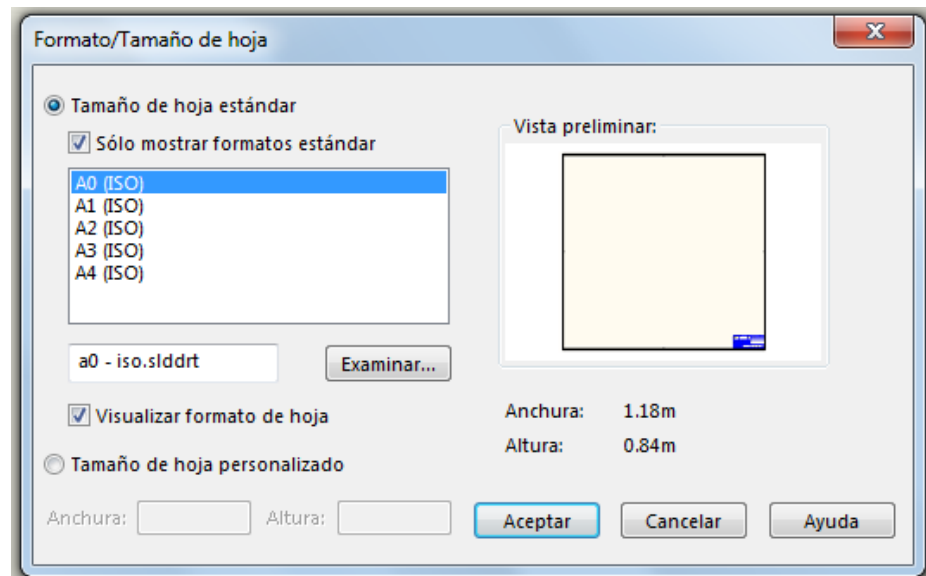

Ilustración 95
Paso 2: A continuación aparece la siguiente pantalla en donde se selecciona el formato de la plancha (ver ilustración 95).